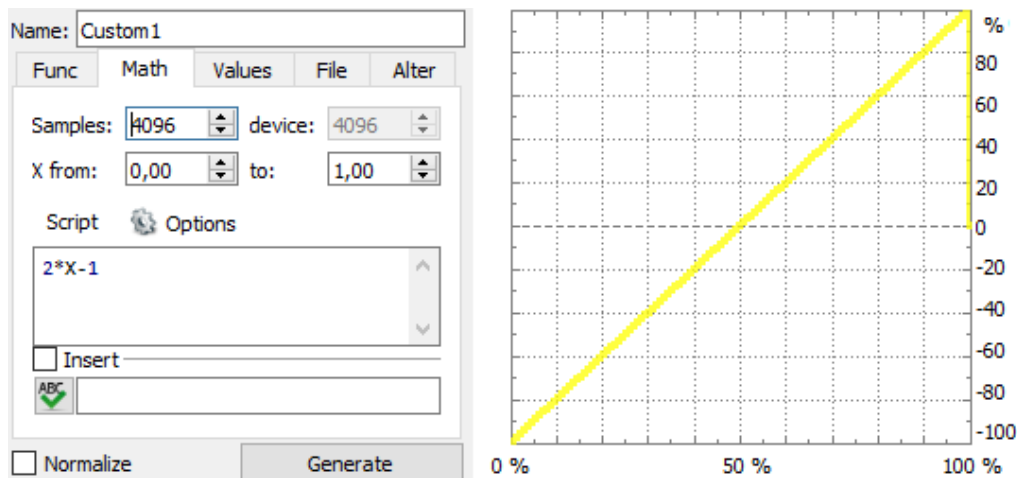

Abbildung 7: Wavegen-Programmierung
- Im sich öffnenden Fenster Reiter »Math« auswählen. Einstellungen für einen linearen Verlauf wie in Abb. 7 einstellen: